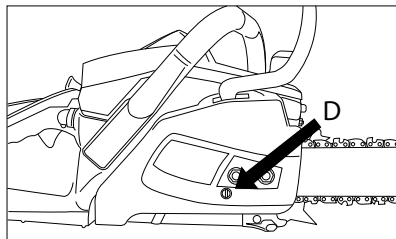

Рис. 11
1. Разхлабете гайки за крепеж на шината (защитен капак заедно със спирачен щит), повърнете регулировъчен винт (D) по часовникова стрелка, за да натегнете веригата. За да намалите натягане на веригата, повърнете регулировъчен винт (D) срещу часовникова стрелка. Убедете се, че веригата е разположена по цялата периферия на шината (рис. 11).